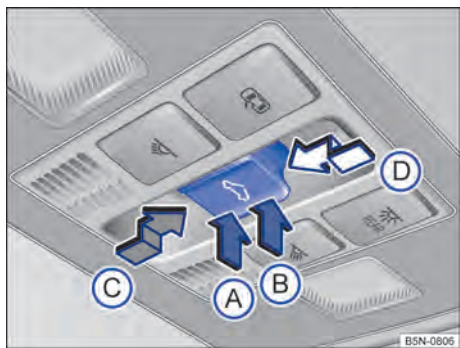

Fig. 74 No revestimento do teto: botão do teto de vidro.
- *Levantar o teto de vidro:* pressionar o botão → Fig. 74 (B) até o 1º nível. Curso automático: pressionar o botão (B) até o 2º nível.
- *Fechar o teto de vidro levantado:* pressionar o botão (A) até o 1º nível. Curso automático: pressionar o botão (A) até o 2º nível.
- *Parar o curso automático do procedimento de levantamento ou fechamento:* pressionar novamente o botão (A) ou (B).
- *Abrir o teto de vidro:* pressionar o botão (C) até o 1º nível. Para o curso automático até a posição de conforto, pressionar o botão (C) até o 2º nível.
- *Fechar o teto de vidro:* pressionar o botão  até o 1º nível. Curso automático: pressionar o botão (D) até o 2º nível.
- *Parar o curso automático do procedimento de abertura ou fechamento:* pressionar novamente o botão (C) ou (D).